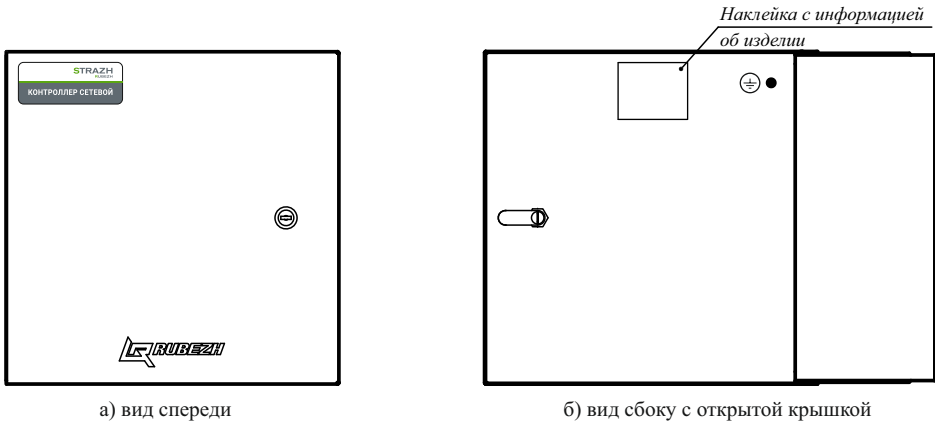

Рисунок 1 – Внешний вид контроллера
5.1 Контроллеры конструктивно выполнены в металлическом корпусе (рисунок 1) с креплением под винты.